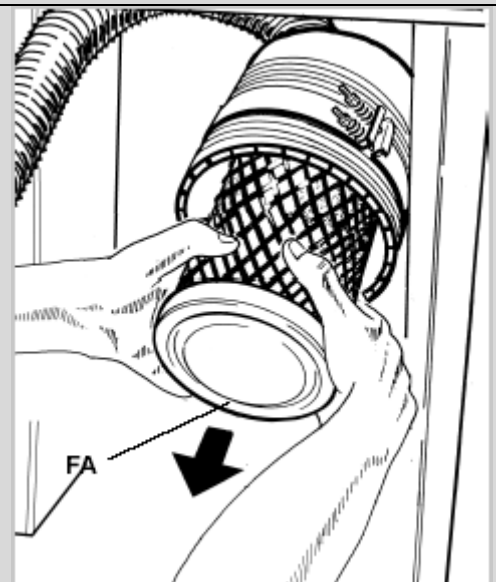

рис.35
- Извлечь воздушный фильтр **FA** из корпуса, как показано на рис.35